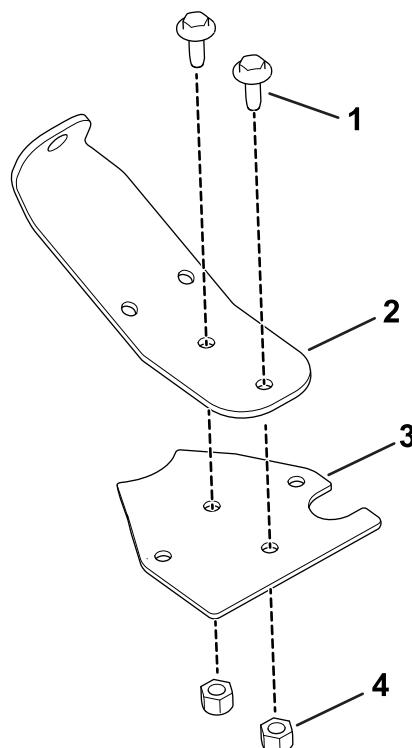

图 30
2. 使用 2 个凸缘头螺栓 1/4-20 x 5/8 英寸和 2 个凸缘螺母 1/4 英寸将阀门安装架固定到线束基座上 图 30。